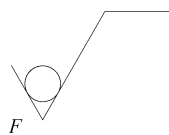

图 8-20 不去除材料粗糙度符号
Step 1 1:1 比例绘制不去除材料粗糙度符号: 切换“标注”图层, 切换“3.5 号”文字样式, 调用“直线”、“多边形”、“圆”、“修剪”、“删除”、“镜像”等命令, 开启“正交”、“对象捕捉”模式, 绘制不去除材料粗糙度符号。绘制 3.5 号字的粗糙度符号多边形时, 外接圆半径值是 $R2.33$, 如图 8-20 所示。